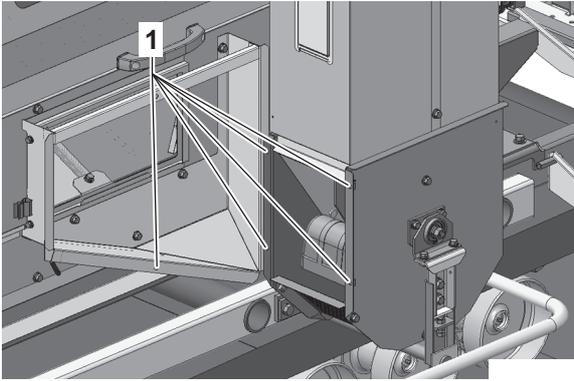

図 2-25
17. ケース (入口A仕組をボルトM8×16 (1) (5本)で組み付けます。(図 2-25)